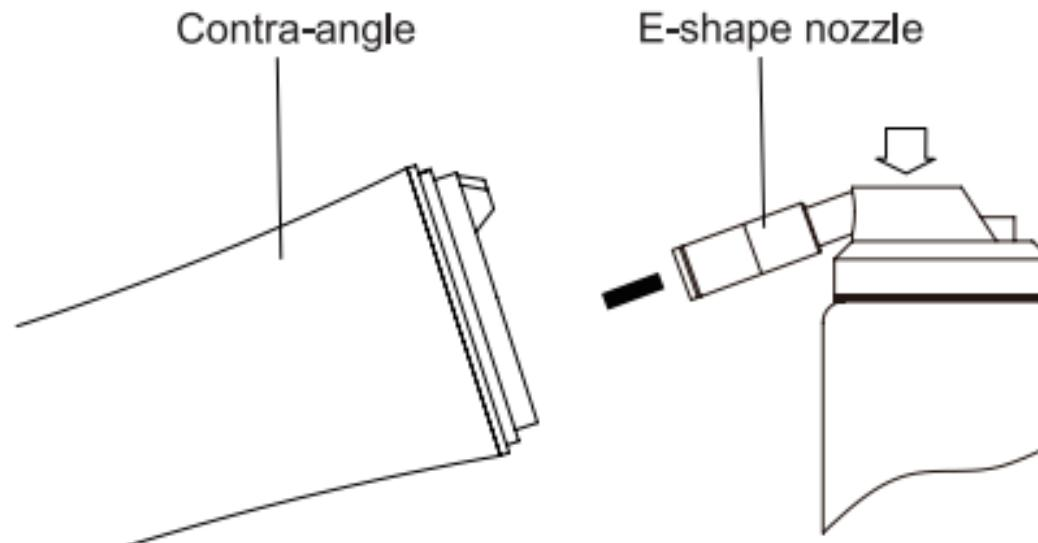

Fig. 6
3.2.3 Inserte la boquilla en la cola del contra-ángulo. Coloque un pañuelo de papel en el cabezal y sujetelo para pulverizar aceite sobre él durante 2-3 segundos. Compruebe si el pañuelo está limpio. Si está limpio, el contra-ángulo puede esterilizarse en autoclave. En caso contrario, vuelva a pulverizar hasta que el tejido esté limpio. (Fig. 6).